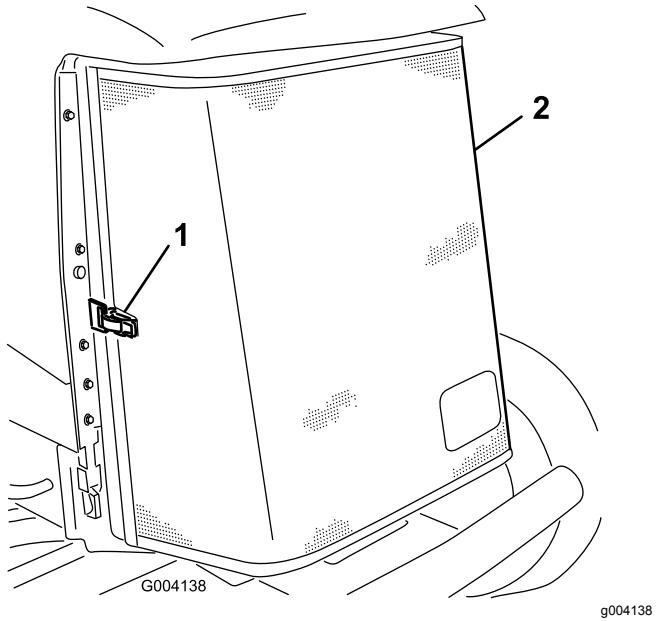

Figura 65
3. Sbloccate il morsetto e aprite la griglia posteriore (Figura 65).